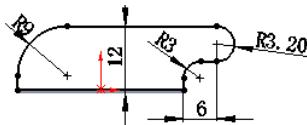

图 12.3.15 边线—法兰 1 草图
(3) 定义法兰参数。
① 定义法兰参数。在 **法兰参数(P)** 区域中单击 **使用默认半径(U)**，在  文本框中输入折弯半径 2.4。
② 定义法兰角度值。在 **角度(G)** 区域中的  文本框中输入角度值 90.0。
③ 定义长度类型和长度值。在 **法兰长度(L)** 区域的  下拉列表中选择 **给定深度** 选项，在  文本框中输入深度值 4.0。
④ 定义法兰位置。在 **法兰位置(N)** 区域中，单击“材料在内”按钮 。
(4) 单击  按钮，完成边线—法兰 1 的初步创建。
(5) 编辑边线—法兰 1 的草图。在设计树的  **边线—法兰1** 上右击，在弹出的快捷菜单上单击“编辑草图”按钮 ，系统进入草图环境。绘制图 12.3.15 所示的草图。退出草图环境，此时系统完成边线—法兰 1 的创建。